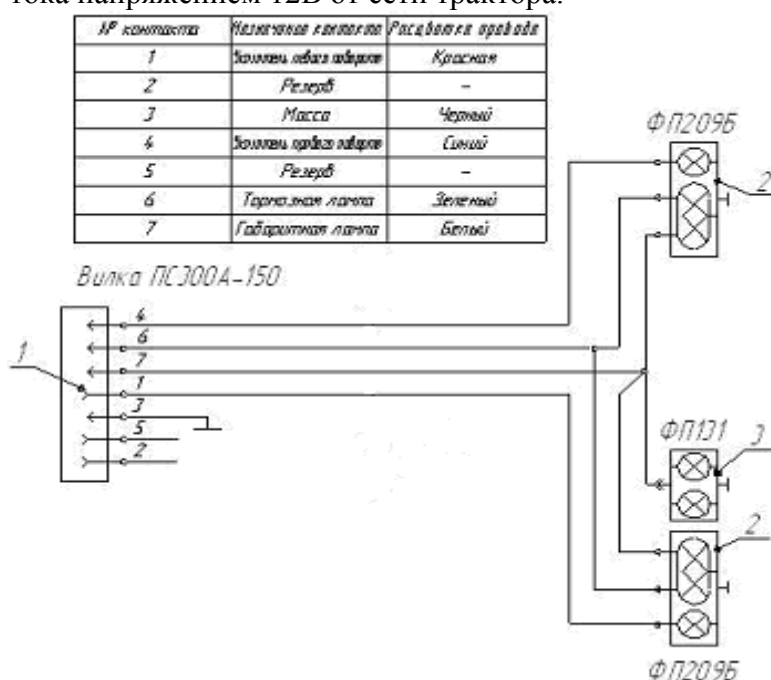

Рис. 22. Схема электрическая принципиальная
4.10. Система электрооборудования (рис.22). Электрооборудование прицепа постоянного тока напряжением 12В от сети трактора.